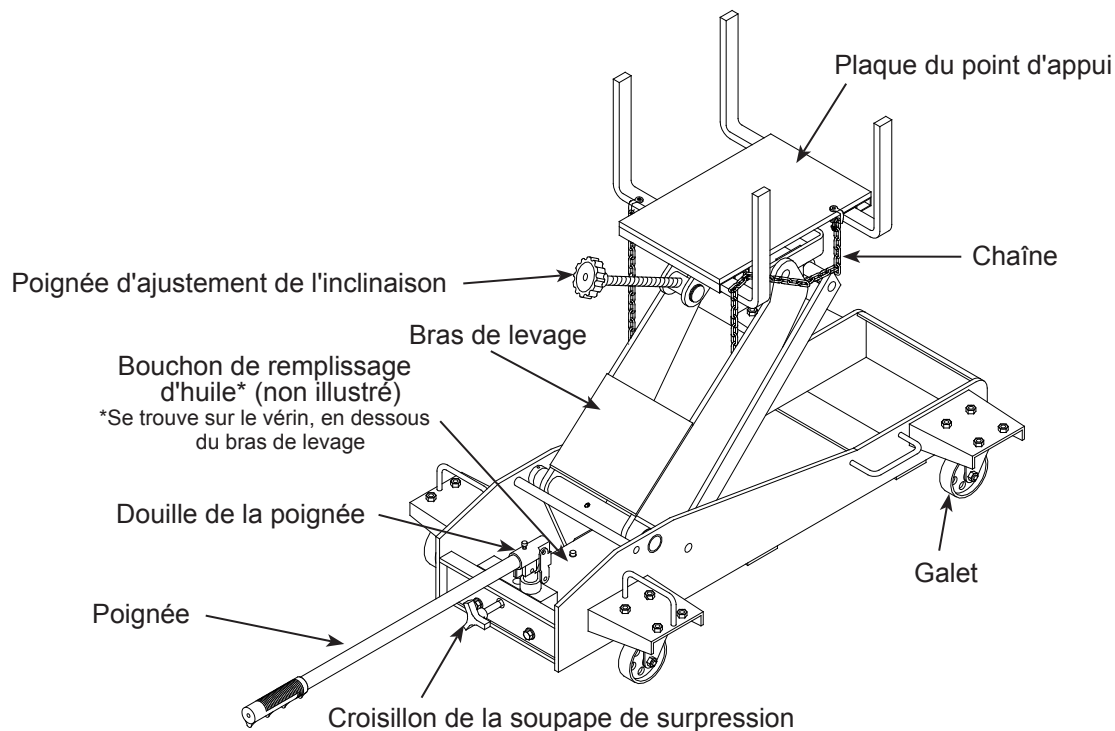

Figure 1 - Composants types d'un cric pour transmission
3. Afin de vous familiariser avec le fonctionnement de base du cric, repérez le croisillon de la soupape de surpression et tournez-le (*voir figure 1*) :